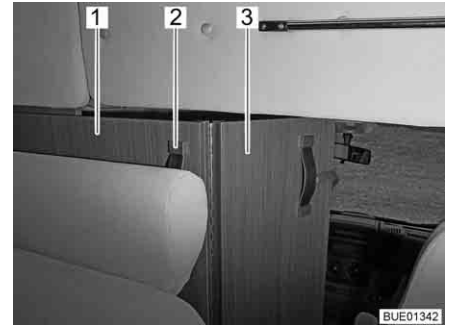

Fig. 49 Separazione cabina di guida
- Afferrare la separazione cabina di guida (Fig. 49,1) dall'impugnatura (Fig. 49,2) e tirarla verso l'interno, finché il bordo della separazione cabina di guida si trova all'incirca all'altezza dello schienale dei sedili (Fig. 49).
- Aprire la parte ribaltabile della separazione cabina di guida (Fig. 49,3) tra i sedili della cabina di guida.